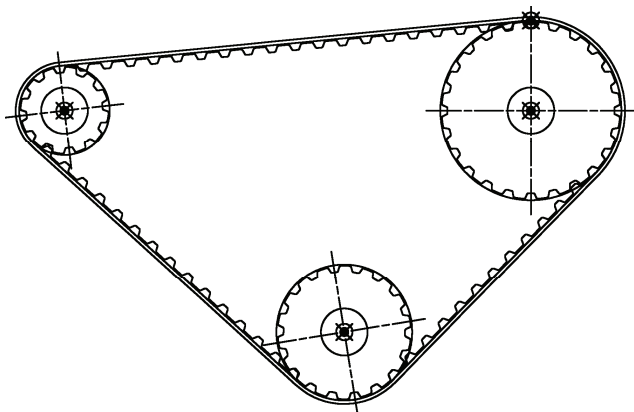

图 12-27 最终效果图
8) 重复步骤, 将另一个没有对应的皮带轮旋转至对应位置, 最终效果如图 12-27 所示。